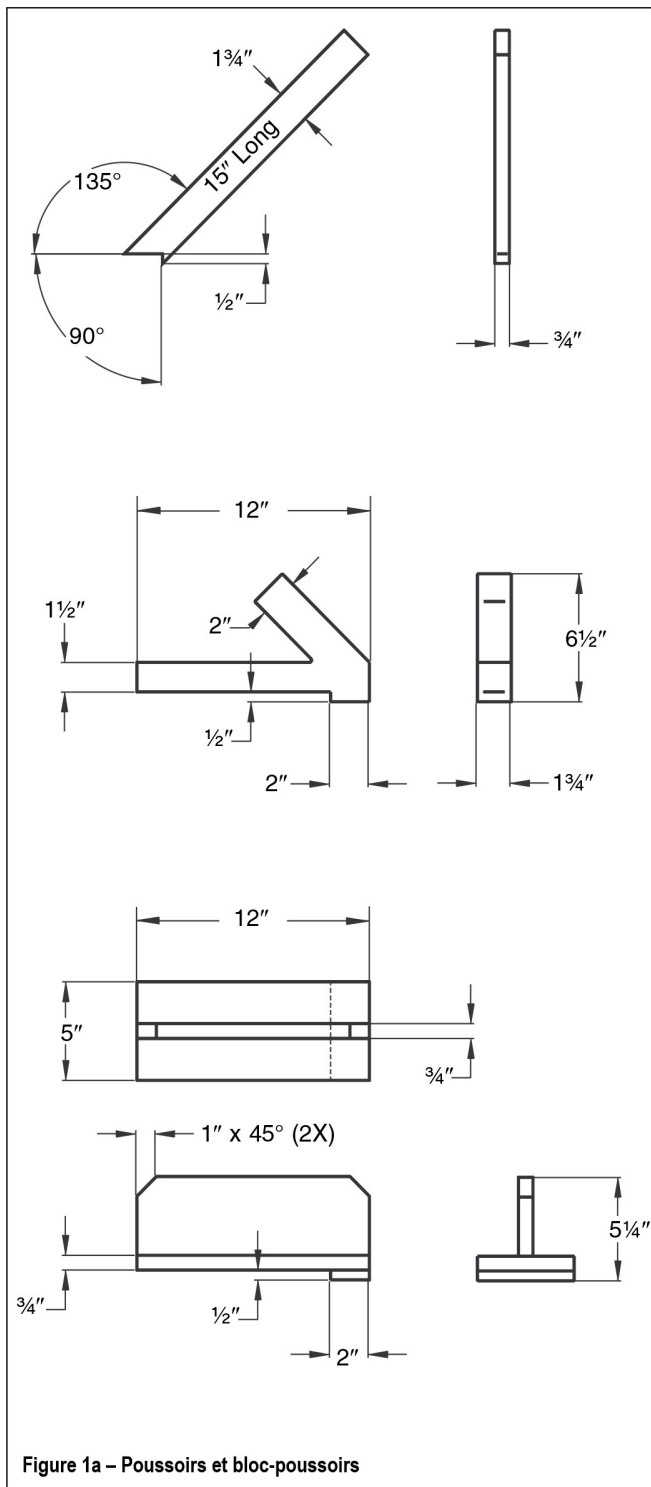

Figure 1a - Poussoirs et bloc-poussoirs
- Durant les coupes de refente, la pièce doit être tenue contre la table et le guide avec un poussoir, un bloc-poussoir ou des presseurs, selon le cas (voir Figures 1a et 1b à la page 4).